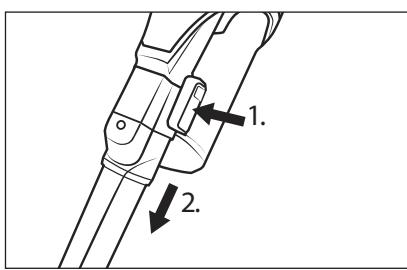

Fig. 15
- ◆ Para desmontar el accesorio, mantenga pulsado el botón de desencastre del accesorio y tire de este para extraerlo del tubo de aspiración ④ o del orificio de aspiración del aparato (consulte la fig. 15).